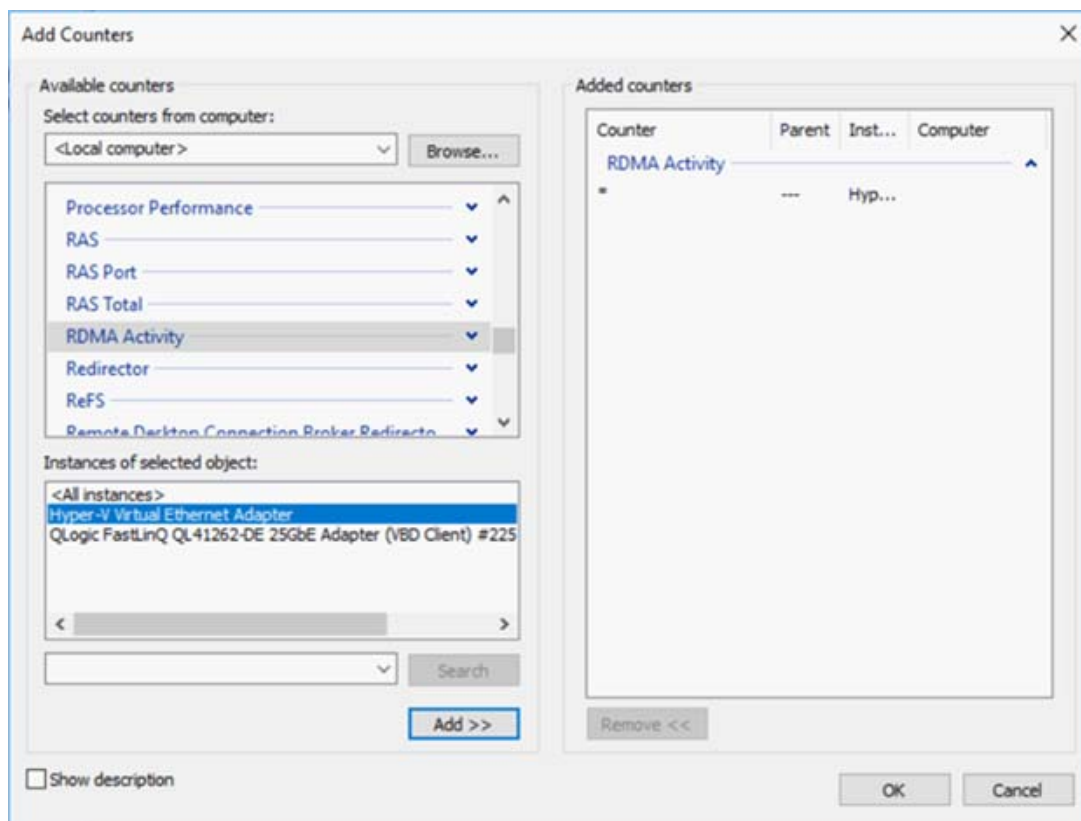

Figure 13-5. Boîte de dialogue Ajouter des compteurs
2. Complétez la boîte de dialogue Ajouter des compteurs (Figure 13-5) de la façon suivante :